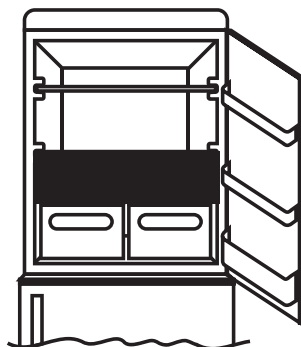

rys.8
- Aby zachować najlepszy smak, wartości odżywcze i świeżość żywności, wskazane jest przechowywanie jej w lodówce, jak pokazano na rys. 8 poniżej, pamiętając, aby zawinąć je w folię aluminiową lub plastikową lub przechowywać w odpowiednich zamykanych pojemnikach, aby uniknąć zanieczyszczenia krzyżowego.